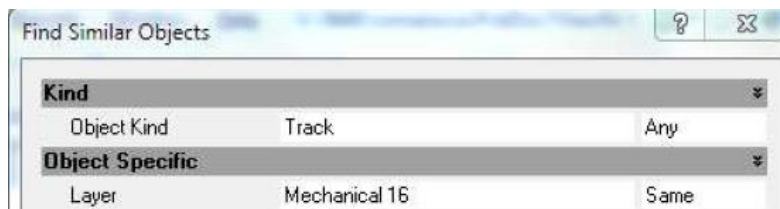

Рис. 41. Выделение всех объектов в слое Mechanical 16
12. В слое Mechanical 2 начертить рамку с основной надписью для второго листа чертежа печатной платы в соответствии с ГОСТ 2.104-2006 «ЕСКД. Основные надписи» по форме 2а «Основная надпись и дополнительные графы для чертежей (схем) и текстовых конструкторских документов (последующие листы)». Сначала надо включить слой Mechanical 2. Для удобства копирования и вставки – установить шаг 5 мм. Далее выделить любую линию рамки (1го листа) в слое Mechanical 16 (черного цвета). Нажать правую кнопку мыши и выбрать Find Similar Objects и установить опции так, как показано на Рис. 41, затем нажать ОК. В открывшейся панели PCB Inspector выбрать слой Mechanical 2.